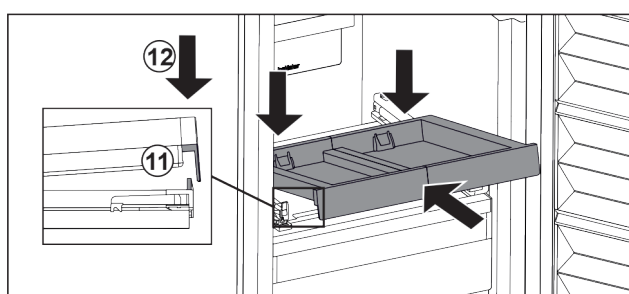

Fig. 103
- Schuin erin schuiven. Zorg ervoor dat de aanslag aan beide zijden achter de lip is. Fig. 103 (11)
- Uitschuifpateau aan voorzijde neerzetten. Fig. 103 (12)